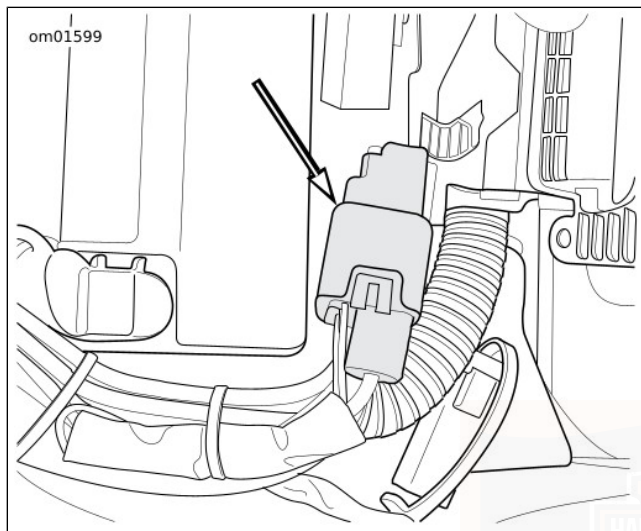

Figure 51. Emplacement du bloc fusibles
2. Voir Figure 51. Retirer le couvercle du bloc fusibles.